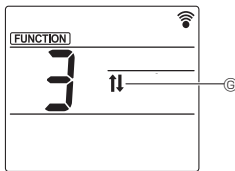

Fig. 5-5
5.2. A felemelkedő/leereszkedő panel működtetése (Fig. 5-1, Fig. 5-5)